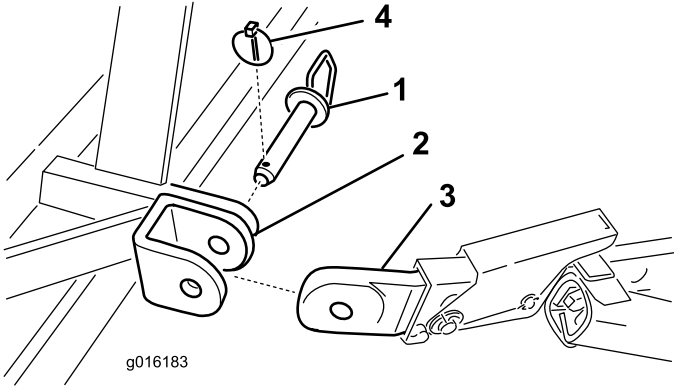

Figura 4
- 5. Prenda os braços de articulação inferiores aos suportes de montagem do arejador com pinos de engate e pinos de sujeição (Figura 4).